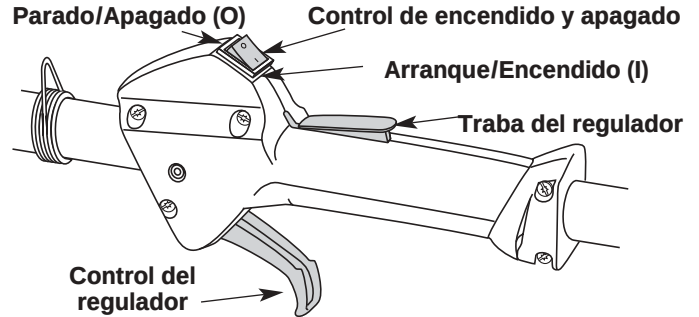

Fig. 20
3. Coloque el Control de Arranque y Apagado del Motor en la posición de **ARRANQUE (START) [I]** (Fig. 20).
NOTA: No es necesario usar el obturador cuando arranque un motor que ya está caliente. Coloque el control de encendido y apagado en posición de **ENCENDIDO** (Fig. 20) y arranque en posición de obturación **PARCIAL (B) |—|** (Fig. 21). Cuando arranque, ponga el obturador en la posición **MARCHA (RUN) (C) |—|**.
2. Coloque el control de encendido y apagado en posición de **APAGADO (O)** (Fig. 20).